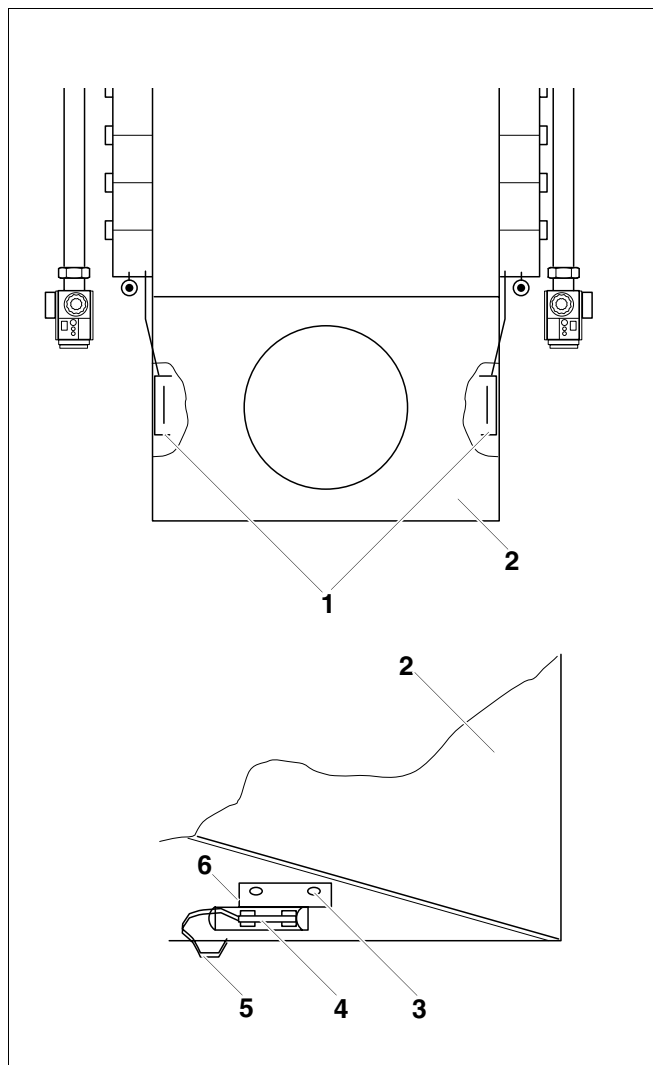

Fig. 70 Montarea supravegherii gazelor arse
- Cei doi suporturi pentru senzorul de gaze arse (fig. 70, **poz. 1**) din stânga și din dreapta se fixează cu șuruburi de partea interioară a siguranței de tiraj (fig. 70, **poz. 2**) în găurile prevăzute (fig. 70, **poz. 3**).
- Trasarea conductei senzorului de gaze arse (fig. 70, **poz. 5**) prin canalul de cablu până la suport.